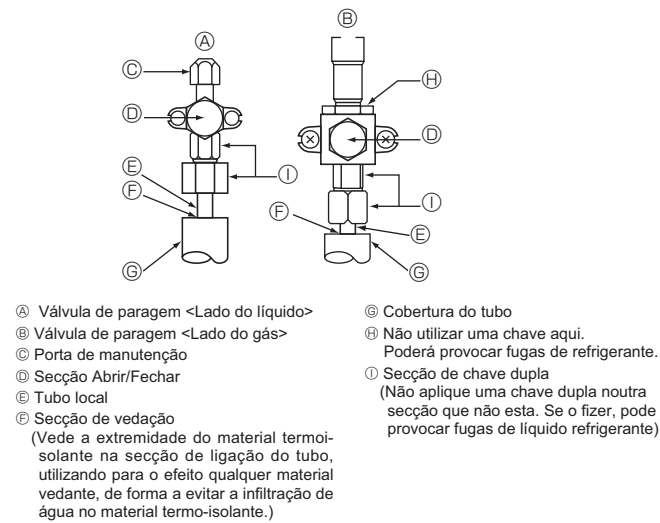

Fig. 4-5
4.4. Teste de vedação ao ar do tubo de refrigerante (Fig. 4-5)
- Certifique-se de que as válvulas de retenção ① ② estão fechadas e não as abra.
- Adicione pressão às linhas de refrigerante através da porta de serviço ③ da válvula de retenção do líquido ④.
- Se a pressão diminuir nos passos (2) ou (3), existe uma fuga de gás. Procure descobrir a causa da fuga de gás.